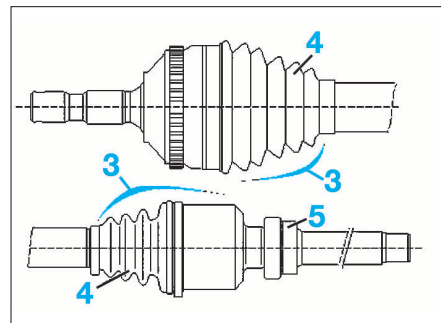

FIG. 6
- l'absence de jeu dans les articulations (3) (Fig.6).